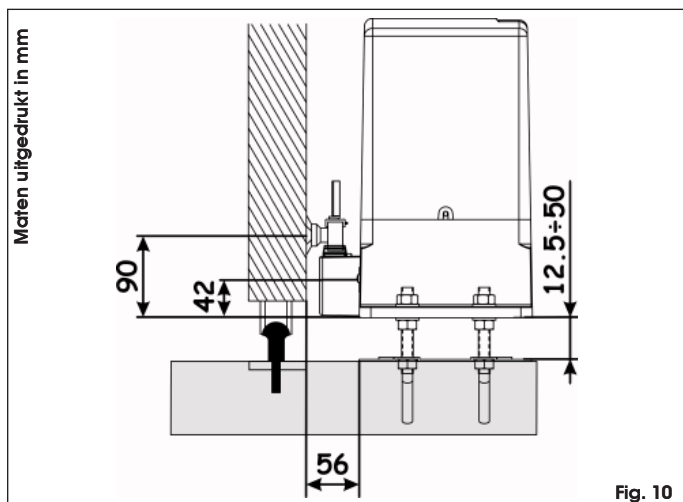

Fig. 10
3. Stel de hoogte van de motorvertraging en de afstand tot de poort in, zie de maten van Fig.10.